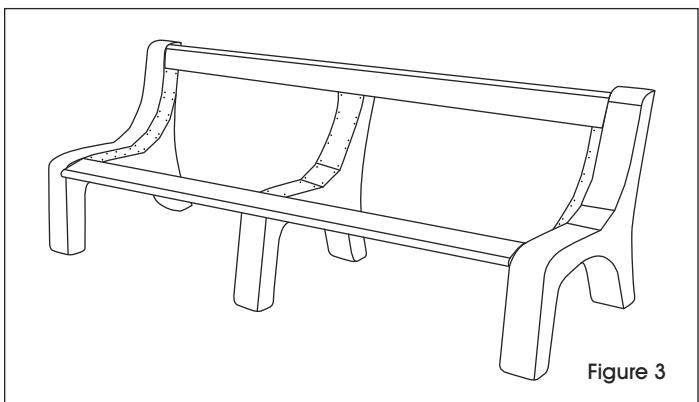

Figure 3
2. Alignez le pied central avec le centre des planches installées. Fixez les planches aux supports centraux, en insérant les vis au niveau des trous prépercés. (Voir Figure 3)